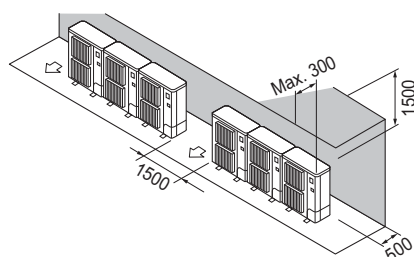

Fig. 3-12
- ② Enbart hinder på baksidan och ovsidan (Fig. 3-12)